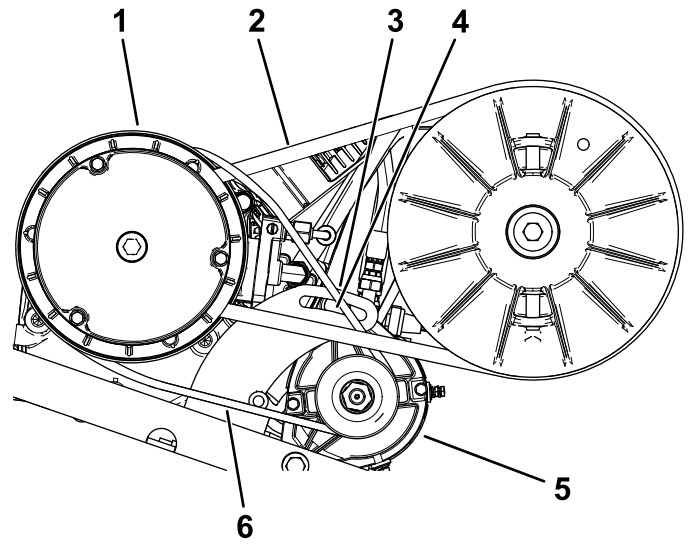

图 67
4. 向下压撬棍将启动器向下转入槽中直至当施加 44N 的力量时皮带张紧力仅允许 6mm 的皮带下压图 67。
5. 用手拧紧枢轴螺母并取下撬棍图 67。
2. 拧松启动发电机的枢轴螺母图 67。